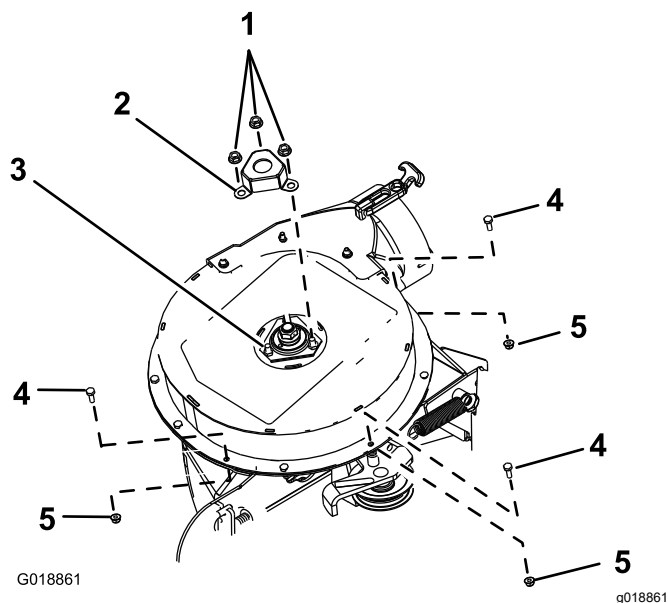

Bild 9
1. Entfernen Sie die gezackten Muttern, mit denen die Wellenabdeckung am Gebläse befestigt ist (Bild 9).
2. Nehmen Sie die Wellenabdeckung ab und werfen sie weg (Bild 9).
3. Entfernen Sie die drei Sechskantschrauben (1/4" x 3/4") und drei Sicherungsmuttern (1/4") vom Gebläsegehäuse, wie in Bild 9 abgebildet.